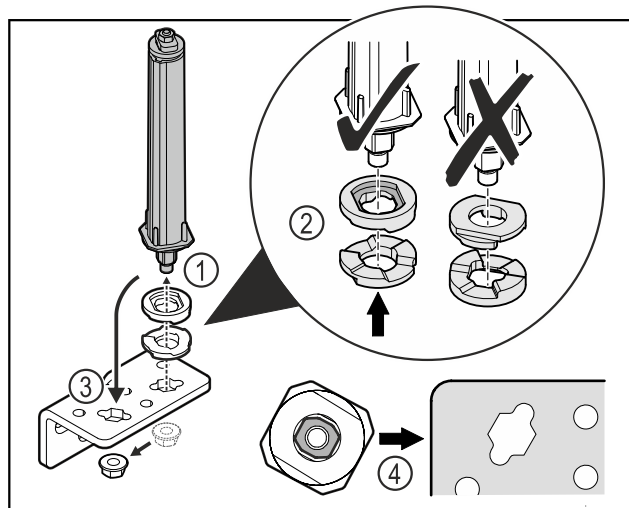

Fig. 41
- ▶ Oldja ki az anyát, és távolítsa el az ajtózáro rendszert Fig. 41 (1).
- ▶ Ügyeljen a magasságállító alátétek helyes beigazítására Fig. 41 (2).
- ▶ Helyezze át az ajtózáro rendszert a zsanéridomban, és rögzítse az anyával Fig. 41 (3).
- ▶ Behelyezéskor ügyeljen az ajtózáro rendszer helyes beigazítására Fig. 41 (4).